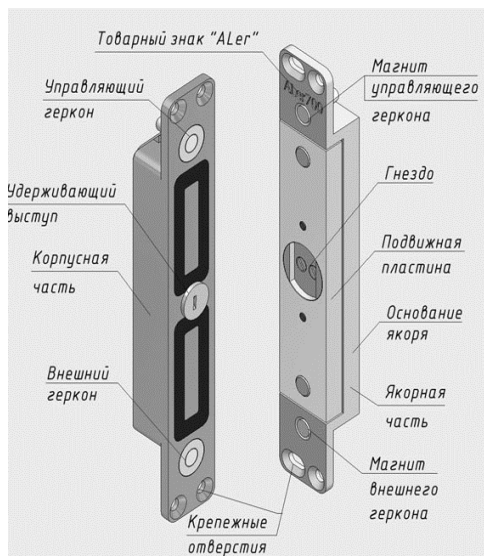

Рис.1
4.1 ЗАМОК состоит из корпусной и якорной частей. При закрытии двери подвижная пластина якорной части притягивается к рабочей поверхности корпусной части, при этом удерживающий выступ на корпусе входит в соответствующее гнездо пластины якоря и запирает дверь (рисунок 1). Усилие удержания двери в закрытом положении при попытке взлома первоначально определяется усилием сдвига пластины якорной части относительно корпусной, а затем (после преодоления этого усилия) конструктивными размерами удерживающих выступов.
5.2 Для монтажа якорной части в дверном полотне симметрично кромкам двери подготавливается гнездо шириной не менее 32 мм и глубиной не менее 25 мм. Подвижная пластина якоря не должна касаться стенок гнезда при любом положении якоря. Якорная часть замка вертикального исполнения должна быть сориентирована в гнезде по установочной метке в виде товарного знака «ALEg» направлением вверх (рисунок 1).